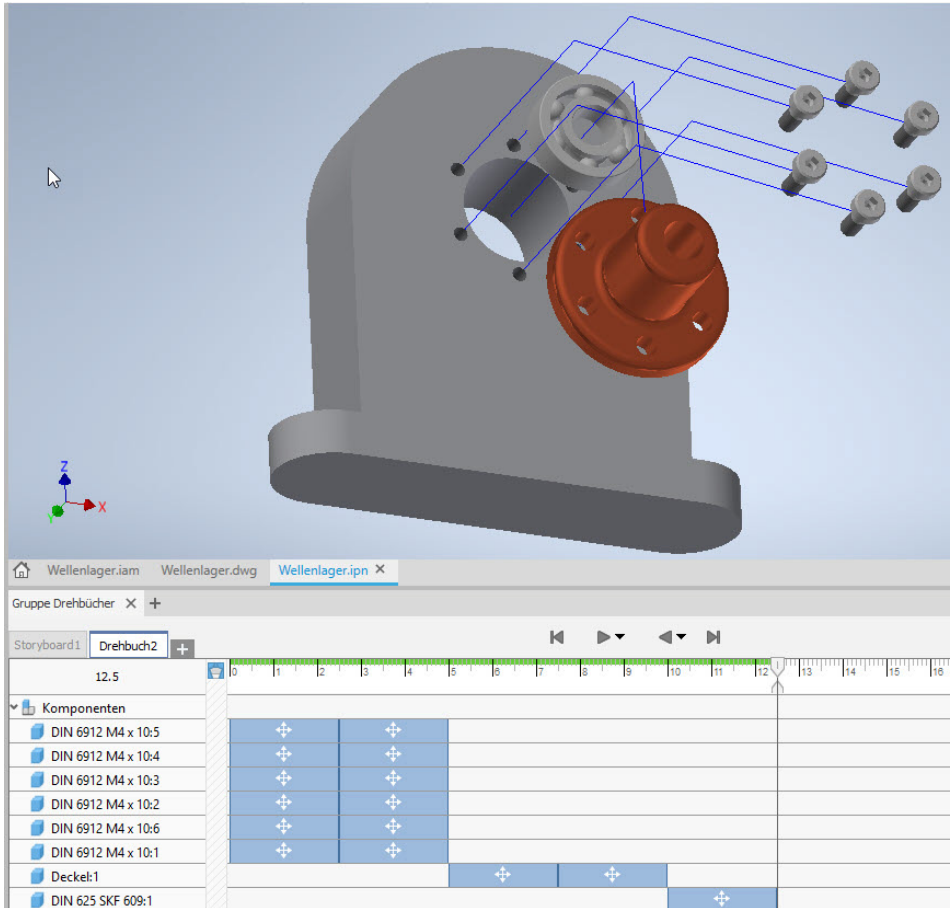
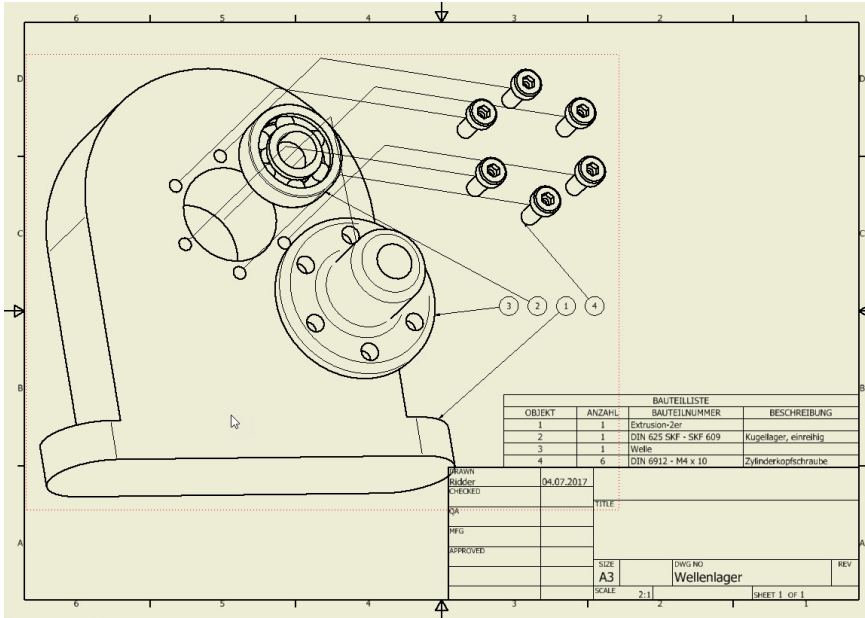

Abb. 1.5: Präsentation mit Animationspfaden und Drehbuch (unten)
Abb. 1.6: Zeichnung der Explosionsansicht mit Positionsnummern und Stückliste
- Die Explosionsdarstellung entsteht in einer *.ipn-Datei. Die Endung steht für »Inventor-Presentation«, kurz IPN (Abbildung 1.5). Auch aus einer Präsentation kann eine Zeichnung erstellt werden (Abbildung 1.6).